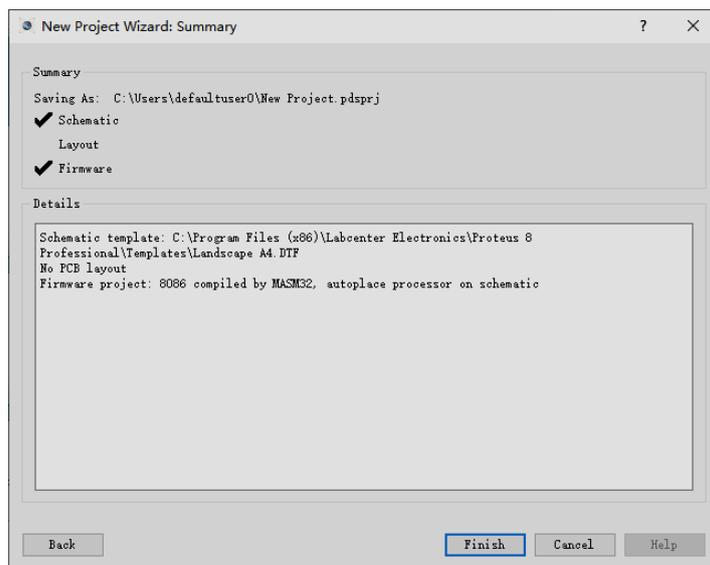

图 1-5 新建工程“New Project Wizard:Summary”页面
(5) 固件工程设置完成，点击“Next”按钮，进入“New Project Wizard:Summary”页面，如图 1-5 所示。